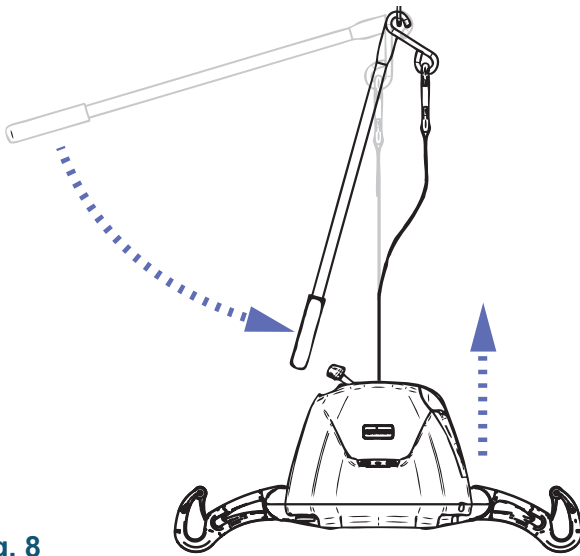

Fig. 8
2. När Reacher är i ett vertikalt läge greppar du handtaget och lossar det från vagnen. Se fig. 8.